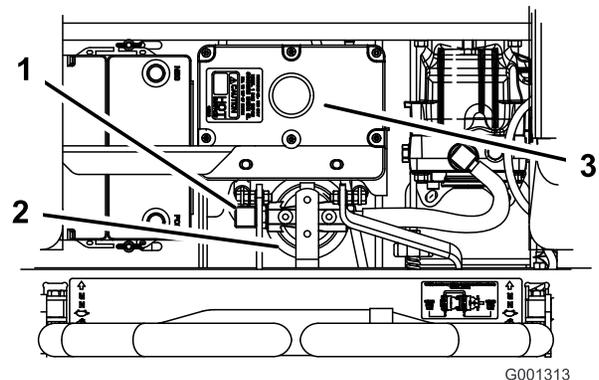

Figura 96
- Retire a linha hidráulica direita que vem com o adaptador (Figura 96).
- Instale a linha hidráulica direita no adaptador (Figura 96).
- Aplique uma fina camada de fluido hidráulico na junta de borracha do filtro de substituição (Figura 96).
do fluido no sentido dos ponteiros do relógio até a junta de borracha entrar em contacto com o adaptador do filtro; depois aperte o filtro mais 1/2 volta (Figura 96).